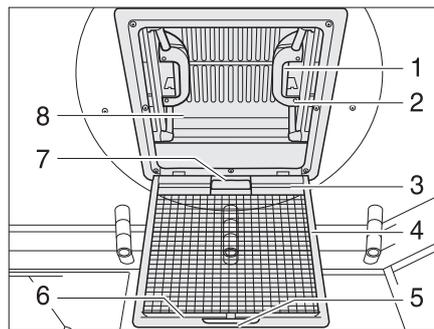

Fig. 85 Oblò a scatto
- Tirare la maniglia (Fig. 85,5).
- Ribaltare la protezione contro gli insetti (Fig. 85,4) verso il basso.
- Premere la chiusura a scatto (Fig. 85,1) verso l'interno dell'oblò (Fig. 85,8). Premere contemporaneamente verso l'alto l'oblò con la maniglia (Fig. 85,2).
- Spingere la protezione contro gli insetti (Fig. 85,4) verso l'alto finché non si innesta.
- Tirare con forza verso il basso le due maniglie (Fig. 85,2) dell'oblò (Fig. 85,8), fino a quando non scattano (Fig. 85,1) entrambe le chiusure.
- Tirare l'oscurante a rullo per la maniglia (Fig. 85,7) e agganciare il listello portaganci (Fig. 85,3) nel listello di supporto (Fig. 85,6) sulla protezione contro gli insetti.
- Staccare il listello porta-ganci (Fig. 85,3) dal listello di supporto (Fig. 85,6) e ricondurre lentamente in posizione l'oscurante a rullo.